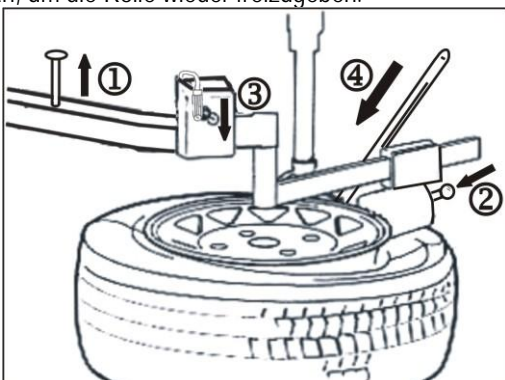

Fig.32
- Ziehen Sie den vorderen Schwenkarm in die in Fig. 32 gezeigte Position, ① ziehen Sie den Stift heraus, ② drücken Sie den Knopf herein, ③ drücken Sie den Steuerhebel nach unten, um den Reifen 3-5cm nach unten zu drücken, ④ setzen Sie den Montierhebel zwischen den Kopf und den Rand und heben Sie ihn an, um die Rolle wieder freizugeben.